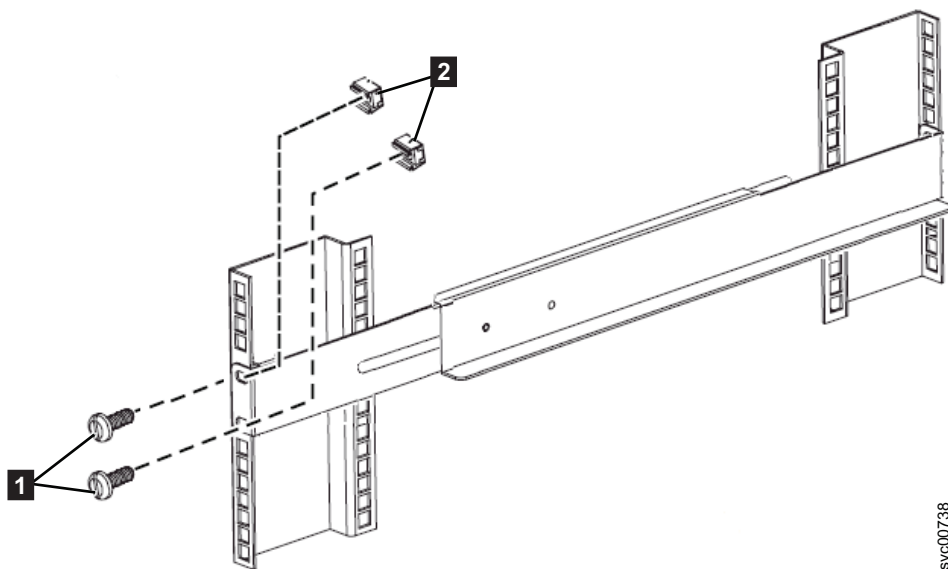

Figura 355. Conectando a parte traseira do trilho do 2145 UPS-1U no rack
5. Selecione os orifícios no trilho nos quais você deseja posicionar a fonte de alimentação ininterrupta. A figura mostra o trilho traseiro onde o 2145 UPS-1U se conecta no rack. Consulte o Figura 355 na página 434.